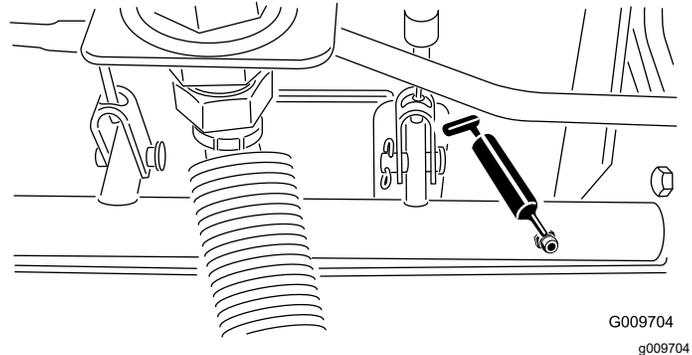

Figure 35
- Roulements d'axes de pivots de freins (5), comme montré à la Figure 35.